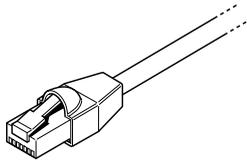

Figura 2-1 Cable Xanbus
- Cables Xanbus—cada dispositivo con tecnología Xanbus se conecta a través de un cable Ethernet recto estándar (CAT 5e). Consulte Figura 2-1. El SCP incluye un cable de red de 2,1 metros. Si necesita más cables o cables con otra longitud, puede adquirir estos cables a través de Schneider Electric o en cualquier tienda de suministro de equipos informáticos.